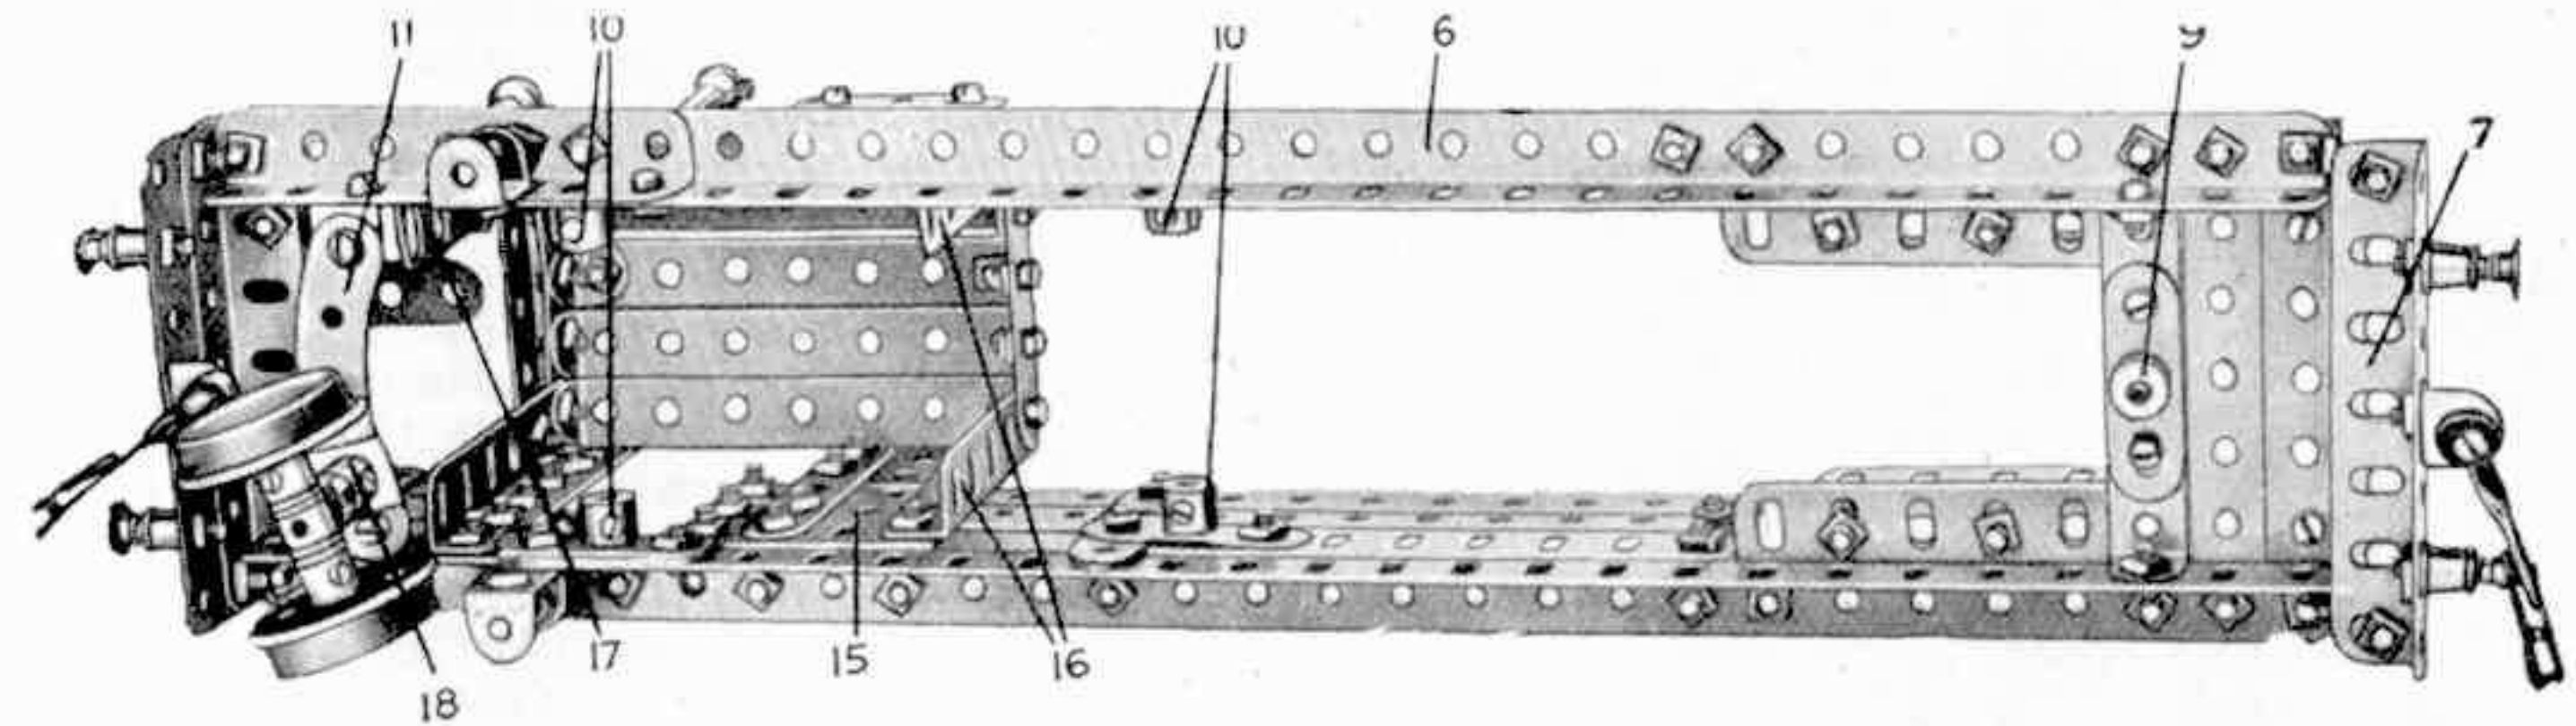

Fig L13a
La Fig. L13a montre la structure du châssis. Une Cornière de 19 cm. 14 est boulonnée au côté droit du châssis, une Bande de 38 mm. étant fixée dans une position verticale à chacune de ses extrémités. Deux Bandes de 19 cm. boulonnées à ces dernières complètent le réservoir de droite. Celui de gauche (5) est formé d'une façon similaire, mais les Cornières de 19 cm. y sont remplacées par des Cornières de 6 cm. et 11 cm. $\frac{1}{2}$ qui laissent une ouverture dans laquelle on introduit la clé du Moteur à Ressort.
Une Bande de 19 cm. est boulonnée à chaque flasque du Moteur pour former des Supports à la Tringle des roues motrices arrière deux Cornières de 14 cm. étant fixées, comme indiqué, pour augmenter la rigidité de cette partie du modèle. Les deux roues du milieu n'ont pas de boudins, les Plateaux Centraux étant remplacés, dans ces roues, par des Roues à Boudin. Le but de ce détail est de permettre à la loco de décrire des courbes plus accentuées. Le Moteur est tenu en place par des Tringles passées dans des Bras de Manivelles Doubles 10 (Fig. L13a) ce qui permet de passer le levier de renversement 8 par la fente du toit de l'abri. Une Bande de 38 mm. est boulonnée au levier de frein et un Chape d'Articulation de 2 mm. pivote à son extrémité. Cette dernière est munie d'une Tringle qui est passée dans une Equerre de 25x25 mm. fixée à la soute à charbon et est munie d'une Bague d'Arrêt formant le bouton de commande.
Le bogie à deux roues arrière consiste en deux Roues à Boudin de 28 mm. montées sur une Tringle de 38 mm. passée dans une Bague d'Arrêt. Une Cheville Filetée vissée dans le trou de cette Bague est fixée dans le moyeu d'une Pièce à Oeil 18 (Fig. L13a), une Bague d'Arrêt étant placée entre ces deux pièces. La pièce à Oeil glisse sur la Bande Incurvée de 6 cm. 11.